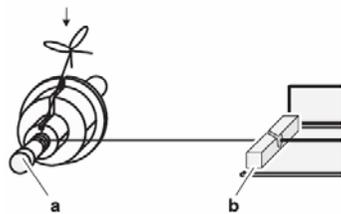

Рис. 3
На подвижной каретке ( $d$ ), которая может перемещаться по направляющим ( $c$ ), проложены проводники, образующие два прямоугольных ( $500 \times 40$  мм и  $500 \times 20$  мм) и один трапециевидный контур. Контур можно подключать поочередно к микровольтметру при помощи переключки ( $g$ ) и кабеля ( $f$ ). Перемещение каретки осуществляется электродвигателем с закрепленным на его оси ступенчатым шкивом ( $a$ ) (диаметры вала 8, 16 и 32 мм), на который наматывается нить, пропущенная через направляющую ( $b$ ) (см. рис. 3) и
- 7) Закрепить нить на шкиве минимального диаметра, как показано на рис. 3.